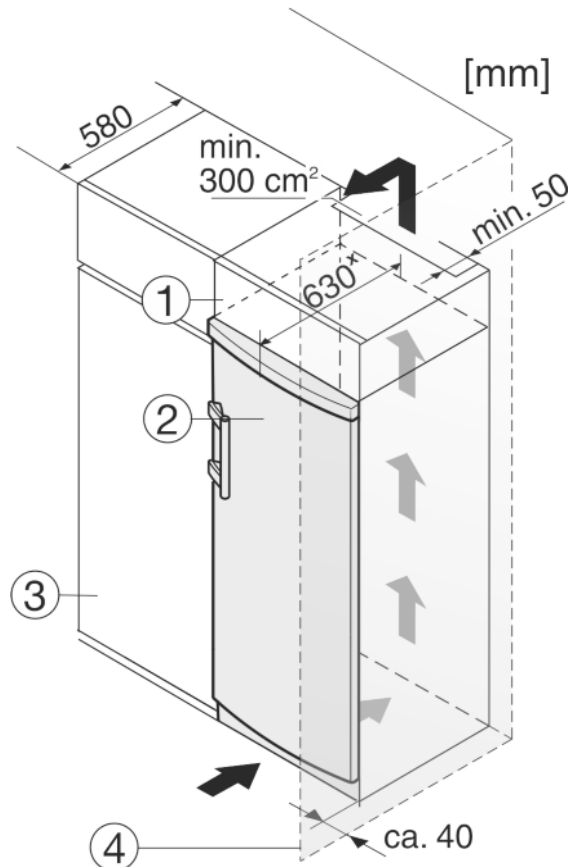

Fig. 10
- (1) Шафа для встановлення на пристрої
- (2) Пристрій
- (3) Кухонна шафа
- (4) Стінка
Перед встановленням пристрою можна змінити його конструкцію відповідно до кухонної шафи. Щоб привести висоту пристрою Fig. 10 (2) у відповідність із розмірами кухонної ніші, можна встановити на нього спеціальну шафу Fig. 10 (1).
При комбінуванні з кухонними шафами (глибина макс. 580 мм) пристрій можна встановити безпосередньо поруч з кухонною шафою Fig. 10 (3). Пристрій виступає збоку на 34 мм * і посередині на 50 мм * відносно передньої панелі кухонної шафи.
Якщо пристрій встановлюється поряд зі стінкою Fig. 10 (4), відстань між пристроєм та стінкою повинна бути не менше 40 мм. Це відповідає необхідній відстані для ручки після відкриття дверцят.